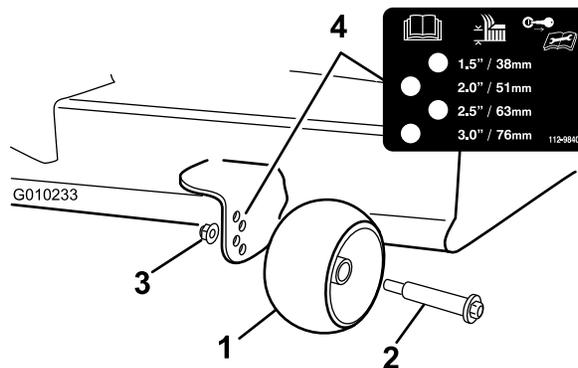

Figura 29
3. Ajuste los rodillos protectores del césped (Figura 29) a la posición de altura de corte más próxima.